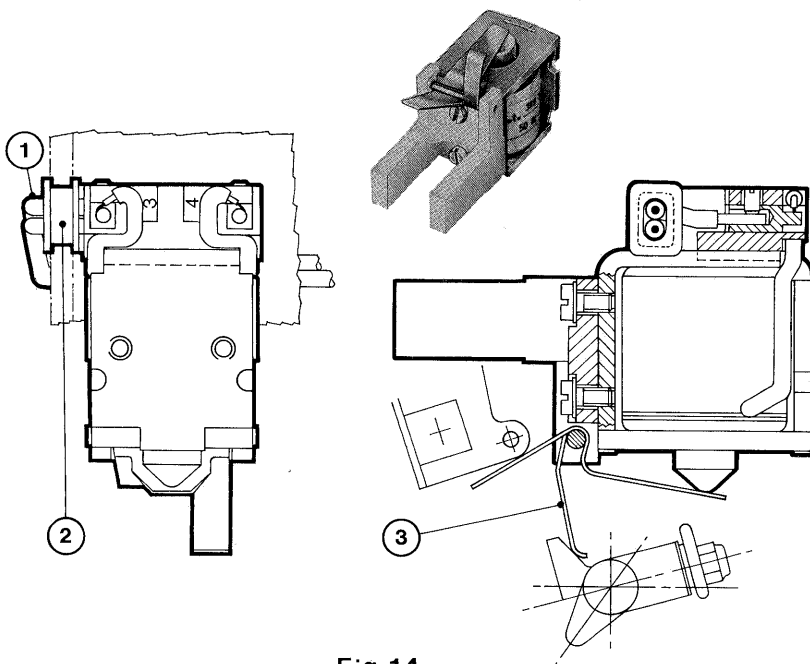

Fig. 14
8.2. Sganciatore a minima tensione (fig. 14)